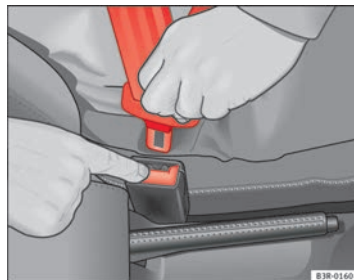

Fig. 15 Retirar la lengüeta del cierre del cinturón ➔
- Pulse la tecla roja que hay en el cierre del cinturón ⇒ fig. 15. La lengüeta del cierre es expulsada hacia fuera ⇒ ⚠.